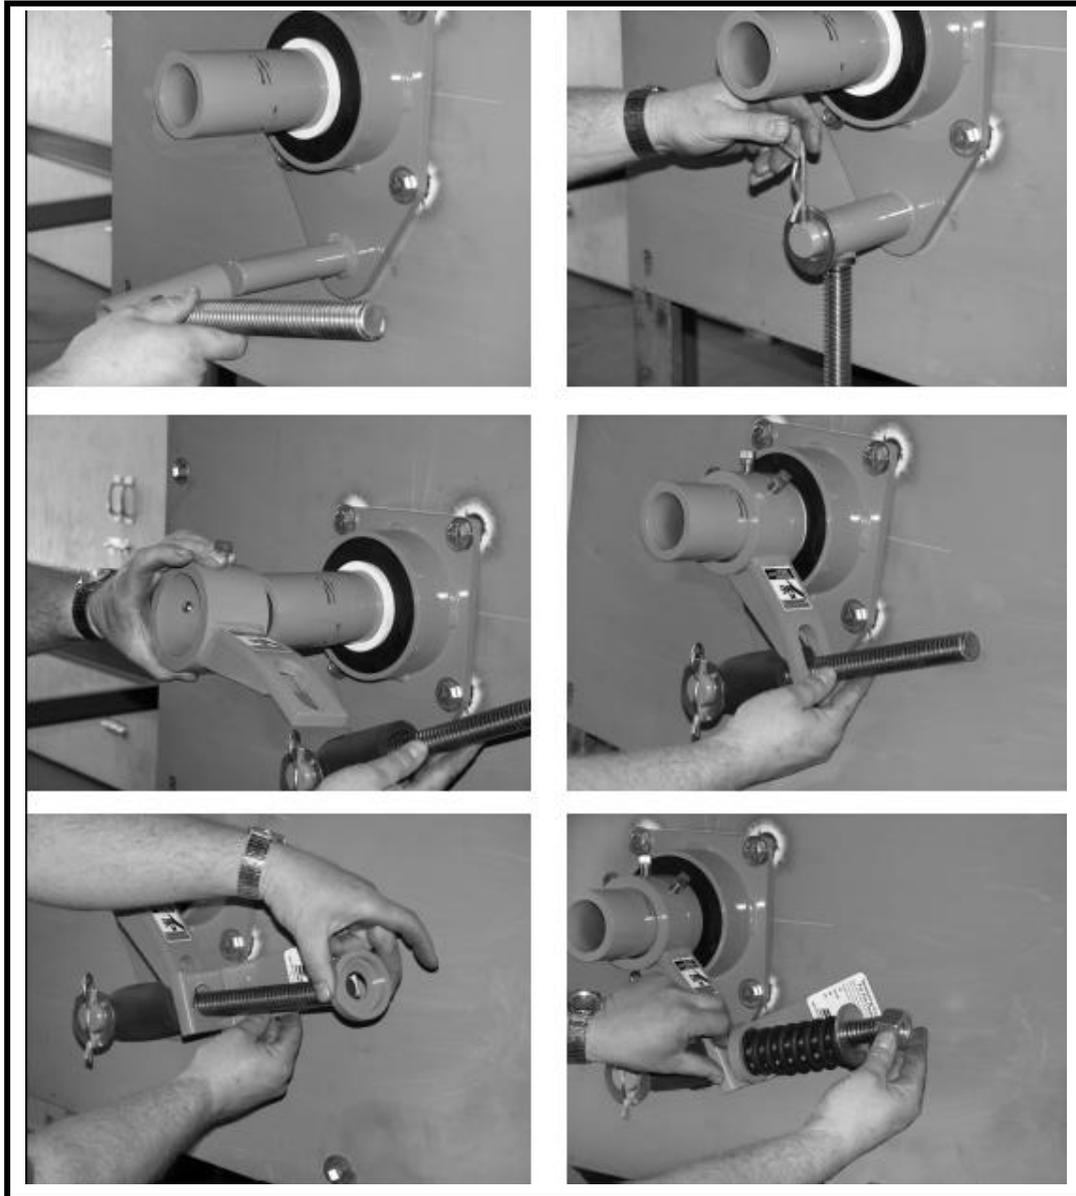

Figura 11. Instalando componentes del tensionador.
3. Instalando componentes del tensionador como se muestra en la figura 11.